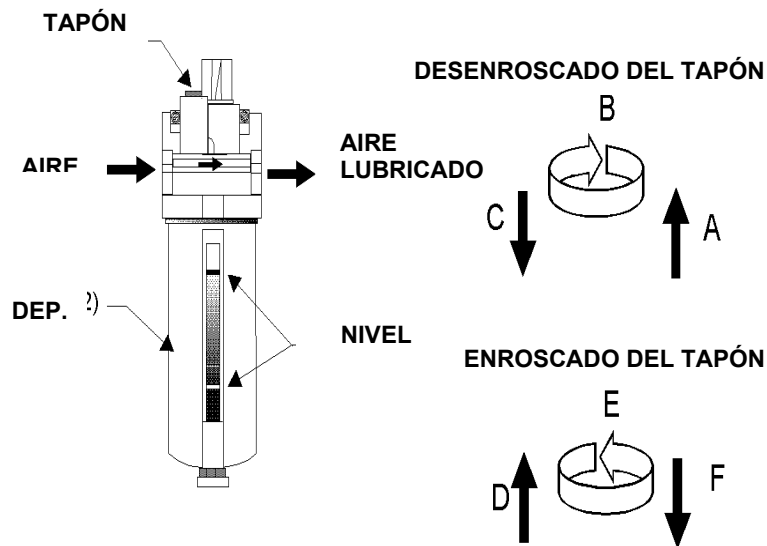

Figura. 7
- Desenroscar el tapón (1), y rellenar el lubricador por el agujero situado en la parte superior.
- Enroscar el tapón (1). Con esta operación el depósito se presuriza, reiniciándose así la lubricación normal.
- El depósito (2) puede permanecer desmontado siempre y cuando no haya aire en el circuito. (figura. 7).